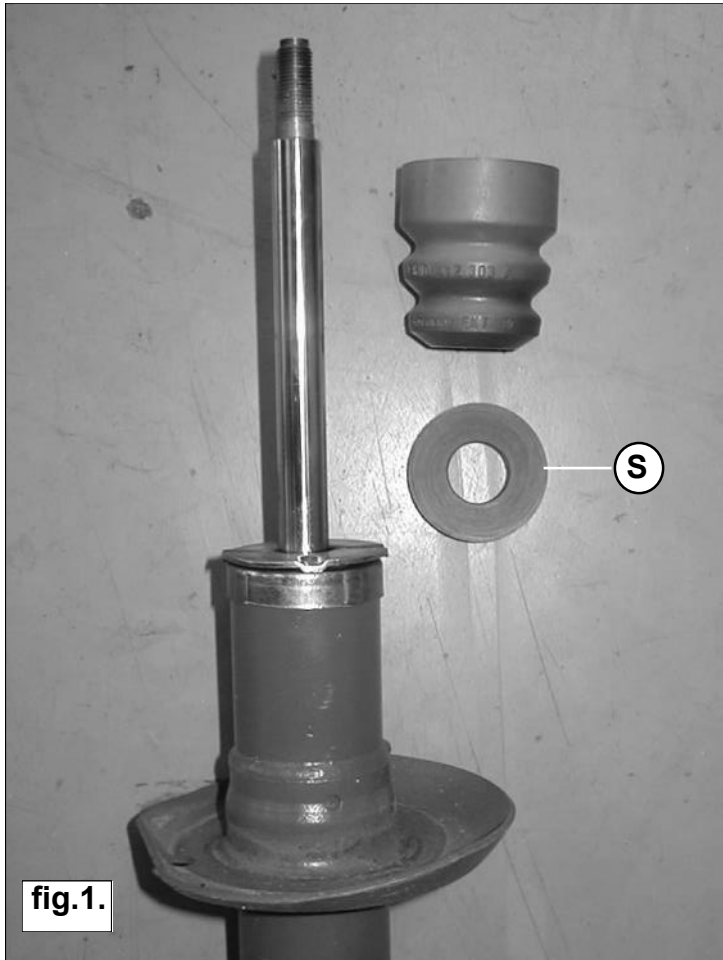
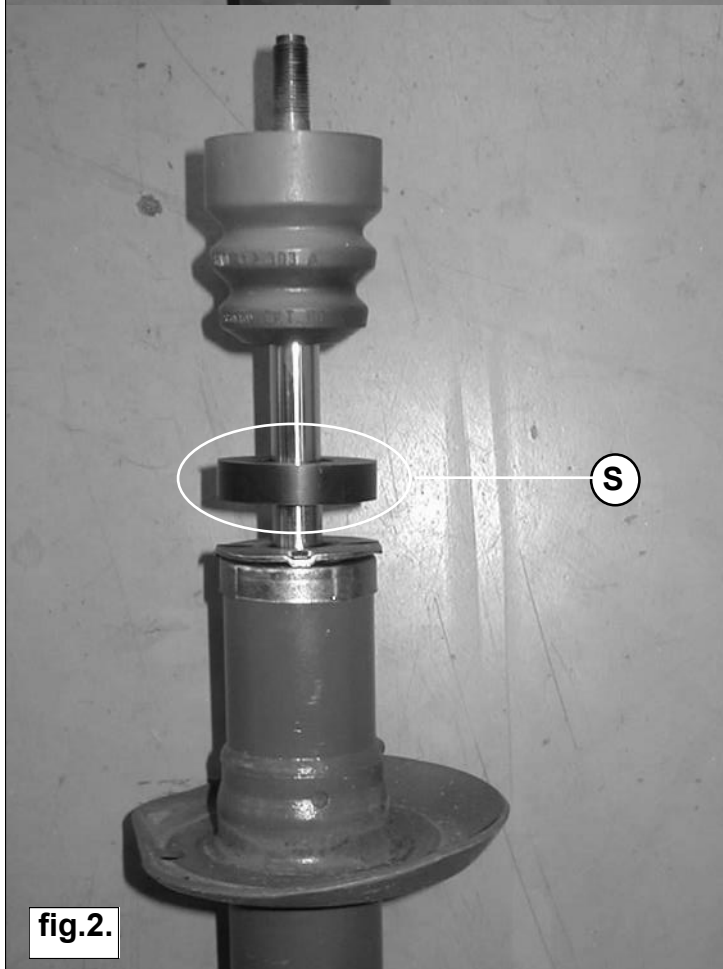

fig.1.
fig.2.
- Plaats het meegeleverde kunststof schoteltje **S** direct boven op de zuigerbuis van de schokdemper van de voorzijde van de auto. (Zie fig. 1 en fig. 2)
- Place plastic disk **S** (supplied) directly above the suction tube on the front shockabsorber. (See fig. 1 and 2)
- Den mitgelieferten Kunststoffeller **S** oben auf dem Stoßdämpferrohr des vorderen Stoßdämpfers anbringen. (Siehe Abb. 1 und 2).
- Placez la coupelle jointe en plastique **S** directement au-dessus de la tige de l'amortisseur avant. (Voir fig. 1 et 2).
- Placera den bifogade plastskålen direkt ovanpå den främre stötdämparens kolvstång. (Se fig. 1 & 2).
- Coloque el pequeño disco sintético S, incluido en la entrega, directamente encima del émbolo del amortiguador que se encuentra en la parte delantera. (Ver. fig 1 y 2).
1. Maak de bevestiging van de kabels van de ABS-sensoren aan de achteras los i.v.m. het uit de veren heffen van de auto. Zie fig. 2.
1. Détachez la fixation des câbles des capteurs ABS de l'essieu arrière en soulevant la voiture hors des ressorts. Cf. fig. 2.
1. Plaats het meegeleverde kunststof schoteltje **S** direct boven op de zuigerbuis van de schokdemper van de voorzijde van de auto. (Zie fig. 1 en fig. 2)
1. Place plastic disc **S** (supplied) directly above the suction tube on the front shock absorber. (See fig. 1 and 2)
1. Den mitgelieferten Kunststoffteller **S** oben auf dem Stoßdämpferrohr des vorderen Stoßdämpfers anbringen. (Siehe Abb. 1 und 2).
1. Placez la coupelle jointe en plastique **S** directement au dessus de la tige de l'amortisseur avant. (Voir fig. 1 et 2).